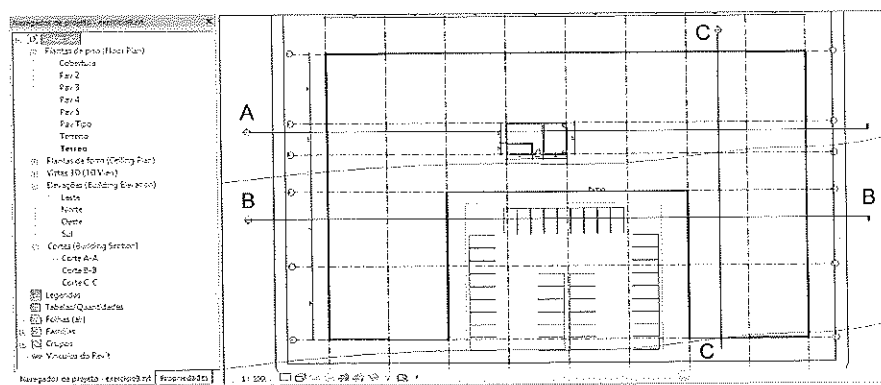

Figura A.65 – Cortes.
- Neste exercício, vamos criar os cortes do projeto. Com o projeto na vista em planta do térreo, selecione a aba **Vista > Corte**. Vamos passar três cortes no projeto, como mostra a Figura A.65.
- Em seguida, renomeie os cortes conforme a Figura A.65. Se os cortes não estiverem do lado desejado, clique nas setas ao lado do símbolo do corte para que eles virem para o outro lado.